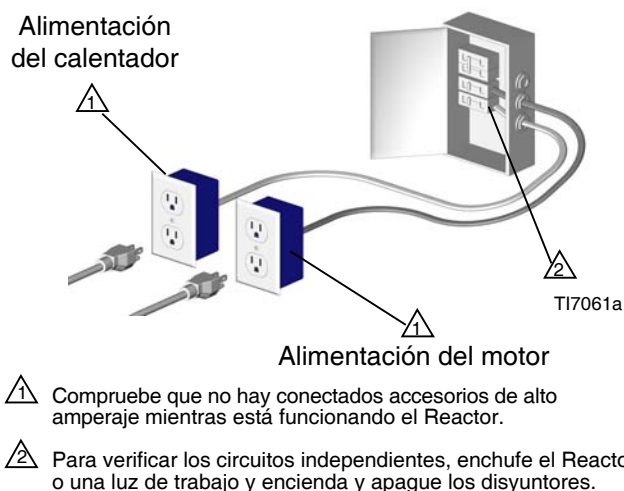

Fig. 4 Usar dos circuitos separados
1. Conecte el Reactor a la fuente de alimentación correcta para su modelo. Consulte TABLA 4. Los cables de alimentación deben conectarse a dos circuitos independientes y dedicados. Consulte FIG. 4.